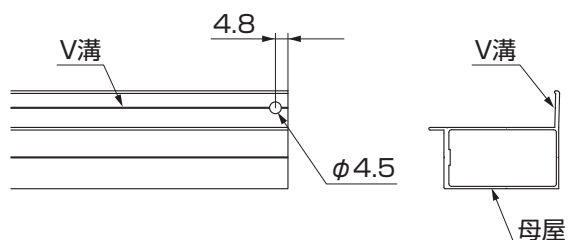

図6-1
①屋根中央部の母屋1本の両端にφ4.5の穴加工してください。(図6-1参照)